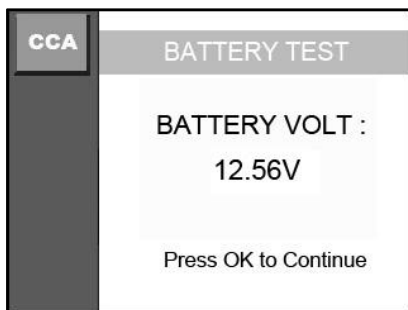

Figura 9.2
- 4) Utilice el botón de desplazamiento **ARRIBA / ABAJO** para seleccionar **TEST BAT** desde el menú principal. (Figura 9.2)